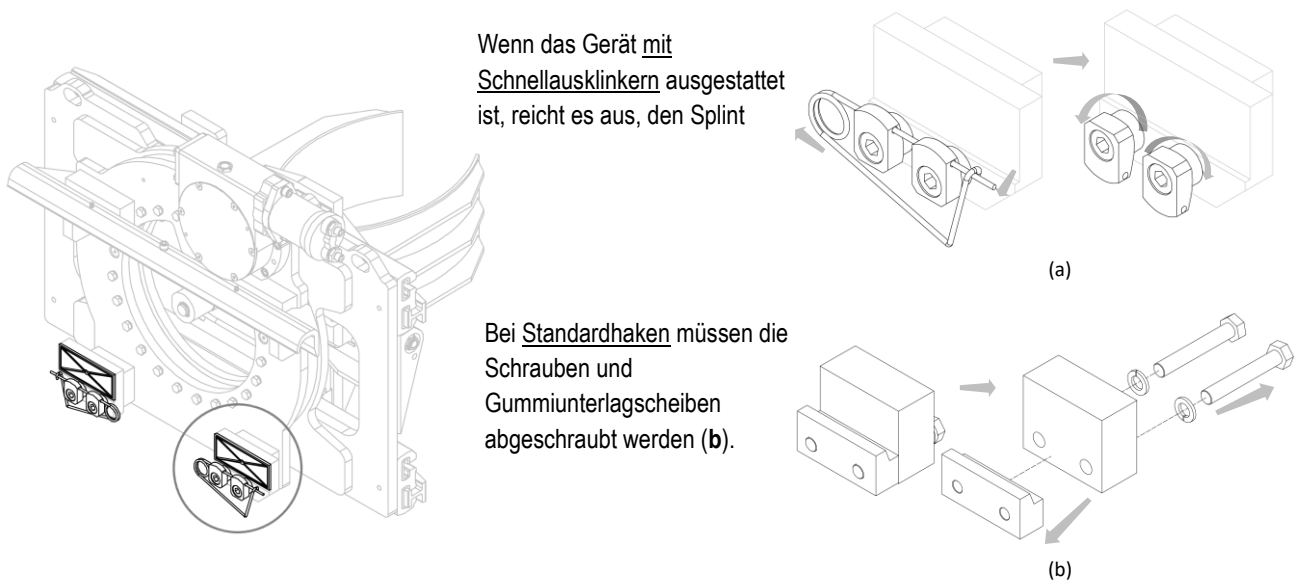

Abbildung 7
5. Nehmen Sie die unteren Haken vom Gerät ab und fetten Sie die Gleitstangen ein (siehe *Abbildung 7*).